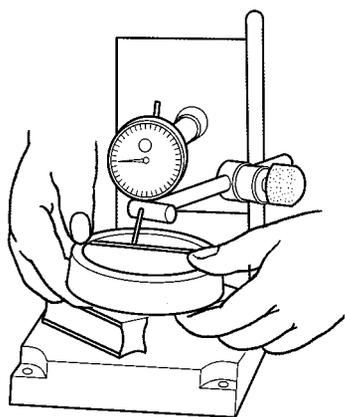

图1-34 检查轴承轴向游隙
(2) 空转检查 该项试验主要看轴承旋转是否灵活,有无噪声,有无卡住等现象。轴承旋转的不均匀性,可从手上的感觉来判断(旧轴承允许有轻微响声)。
(3) 内部间隙检查 内部间隙的测量,球轴承的磨损情况,可测量轴承的径向和轴向游隙来判断,方法如下:
① 轴向游隙检验 将轴承外圈搁置在两垫块上,使内圈悬空,再在内圈上放一块小平板,将百分表触针抵在平板的中央,如图1-34所示,然后上下推动内圈,百分表指示的最大与最小的数值差,就是它的轴向游隙。轴向游隙的最大允许值为0.20~0.25 mm。